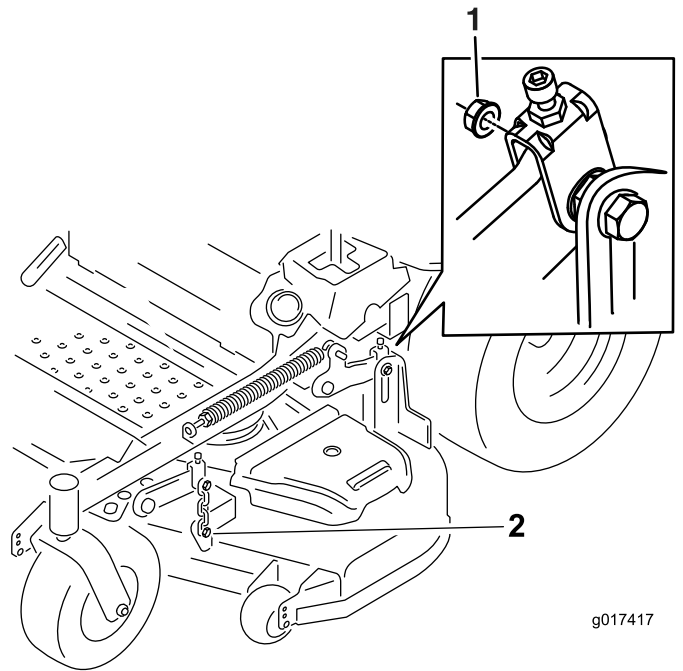

Bild 83
7. Entfernen Sie die Schrauben an beiden Seiten des Mähwerks (bewahren Sie sie auf), wie in Bild 83 dargestellt.